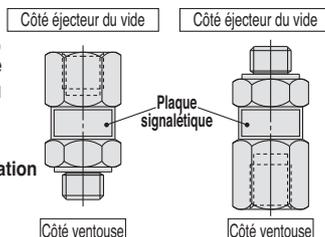

Fig. 1. Sens de insert
4. Lors du raccordement, n'intervertissez pas le côté de la ventouse et celui du générateur de vide. (voir fig. 1)